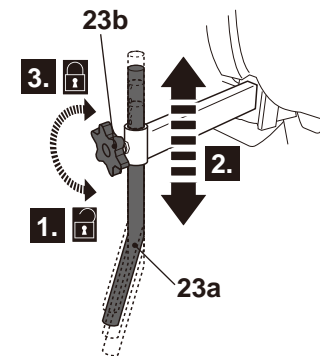

Fig. 16
- > Afloje ligeramente la perilla (23b) (Fig. 16, paso 1) y ajuste el patín (23a) entre las 4 posiciones disponibles (Fig. 16, paso 2).
- > Apriete firmemente la perilla (23b) para fijar la posición (Fig. 16, paso 3).